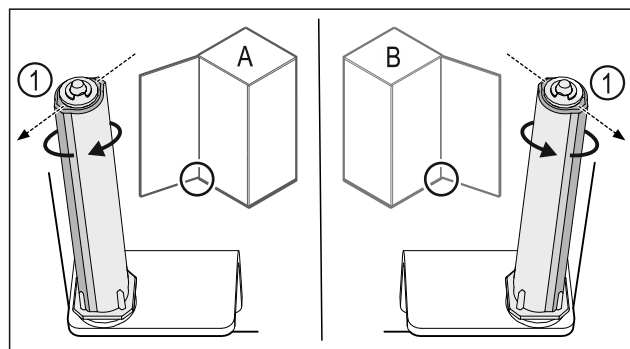

Fig. 34 Μεντεσέδες αριστερά (A) / Μεντεσέδες δεξιά (B)
- ▶ Περιστρέψτε το σύστημα κλεισίματος κόντρα στην αντίσταση, μέχρι ο κορμός του συστήματος κλεισίματος Fig. 34 (1) να είναι στραμμένος προς τα έξω.